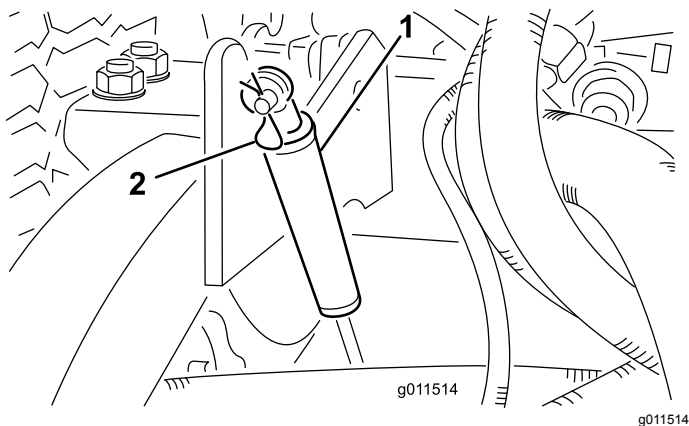

Figura 103
2. Retire o perno de gancho que fixa os amortecedores aos braços de elevação (Figura 103). Incline o amortecedor em direção à caixa da plataforma.